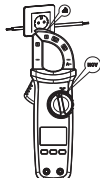

fig. 5a
7. Detecção de campo elétrico CA sem contacto (NCV, fig. 5a)
- A sensibilidade de detecção do campo elétrico é dividida em dois níveis ("EFHI" e "EFL0"). O medidor vem predefinido em "EFHI". Selecione diferentes níveis de sensibilidade para medição de acordo com a intensidade do campo elétrico medido. Quando o campo elétrico estiver em torno de 220 V (AC) 50 Hz/60 Hz , selecione "EFHI"; quando o campo elétrico estiver em torno de 110 V (CA) 50 Hz/60 Hz , selecione "EFL0".